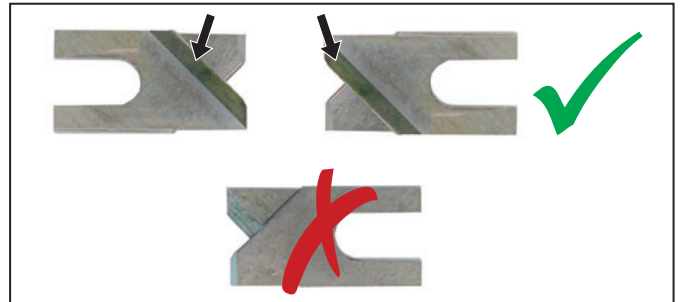

Bild 8.2 Einbaulage der Abisoliermesser
- ▶ Legen Sie jedes neue Messerpaar so zusammen, dass die abgeschrägten Kanten nach außen zeigen, siehe Bild 8.2.